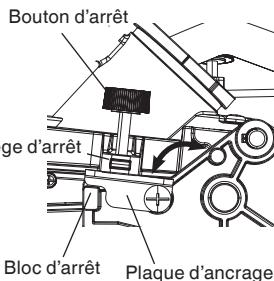

Fig. 42
- (1) Tourner la plaque d'ancrage dans le sens illustré à la Fig. 42.
- (2) Régler la profondeur de coupe voulue en réglant la distance entre la lame et la surface du plaque tournante (voir ⑥ à la Fig. 42).